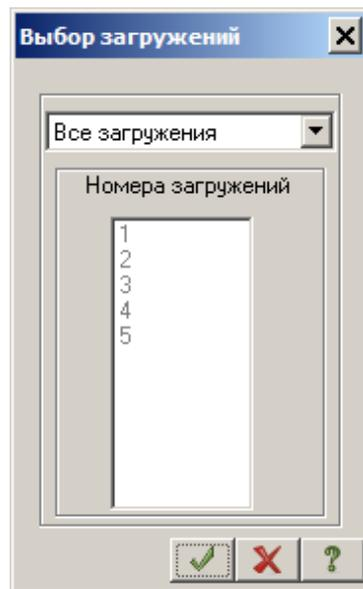

Рис.6.38. Диалоговое окно **Выбор загрузений**
- В новом окне **Выбор загрузений** (рис.6.38), при активной строке **Все загрузения**, щелкните по кнопке  – **Подтвердить**.